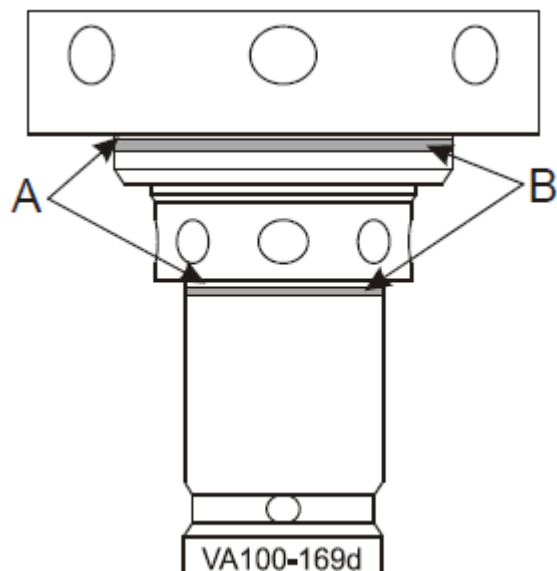

图 39—装配
3. 旋入上阀杆，直到蚀刻标记调整区域（项目 B）内的划线（图 39，项目 A）对准调整套筒的底部。这是出厂设置的下阀座清洗位置。如需有关修改阀座清洗移动的说明，请参见第 24 页上的“阀座清洗调整”。